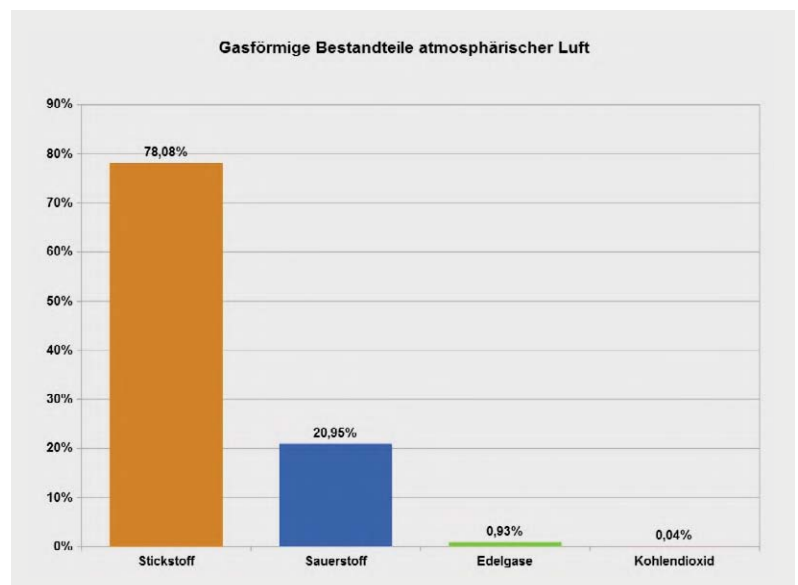

Bild 1: Stickstoff und Sauerstoff sind mit Abstand die beherrschenden Bestandteile der Erdatmosphäre.
Idealerweise besteht eine schadstoffarme atmosphärische Luft aus den gasförmigen Bestandteilen Stickstoff (N), Sauerstoff (O), Edelgase, Kohlendioxid (CO2) und Wasserstoff (H) (Bild 1).